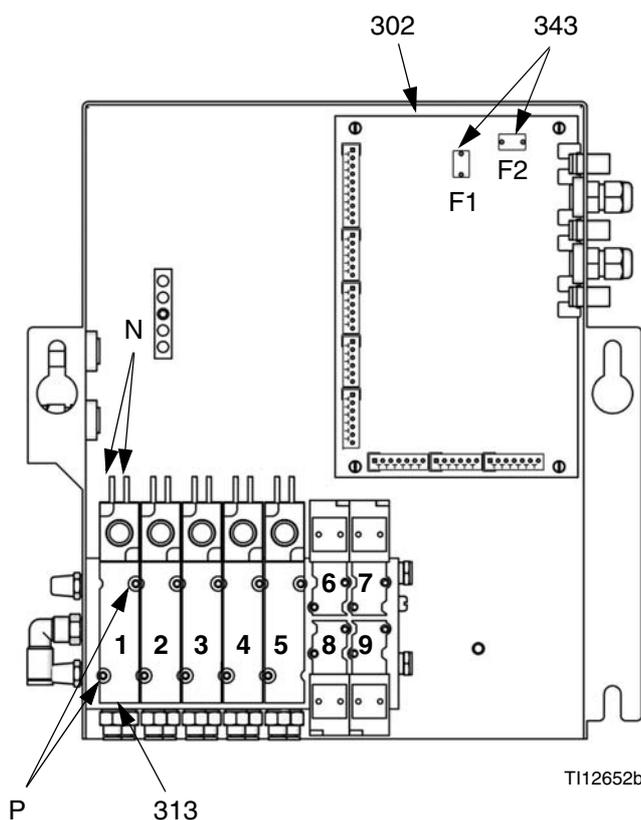

FIG. 22 Sostituzione delle elettrovalvole e del fusibile
2. Scollegare i 2 fili dell'elettrovalvola (N) dalla scheda di controllo (302). Vedere la FIG. 22 e **Schema elettrico del sistema** a pagina 33.
3. Svitare le 2 viti (P) e rimuovere l'elettrovalvola (313).
4. Installare la nuova elettrovalvola (313).
5. Collegare i 2 fili (N) alla scheda di controllo (302). I fili dell'elettrovalvola sono polarizzati (rosso +, nero -). Fare riferimento a **Schema elettrico del sistema**, a pagina 33.
6. Riposizionare il coperchio (322).
2. Localizzare il fusibile F1 o F2 sulla scheda di controllo. Vedere FIG. 22. Rimuovere la vite e la striscia di metallo.
4. Installare il nuovo fusibile (343).
5. Riposizionare il coperchio (322).